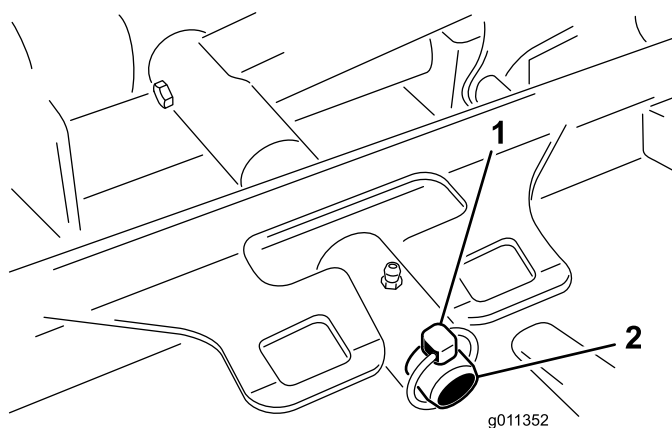

Figura 59
3. Retire el pasador de seguridad o la tuerca de retención (GM 4700 solamente) que sujeta el bastidor de tiro de la carcasa a la barra de giro del brazo de elevación (Figura 59).
3. Deslice el bastidor de tiro de la carcasa sobre la barra de giro del brazo de elevación. Sujételo con un pasador de seguridad o una tuerca de retención (GM 4700 solamente) (Figura 59).